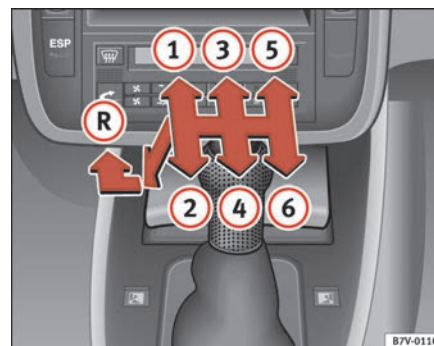

Fig. 127 Palanca selectora con el esquema de cambio
- Coloque la palanca ⇒ **página 175, fig. 127** en la posición del medio (punto muerto).